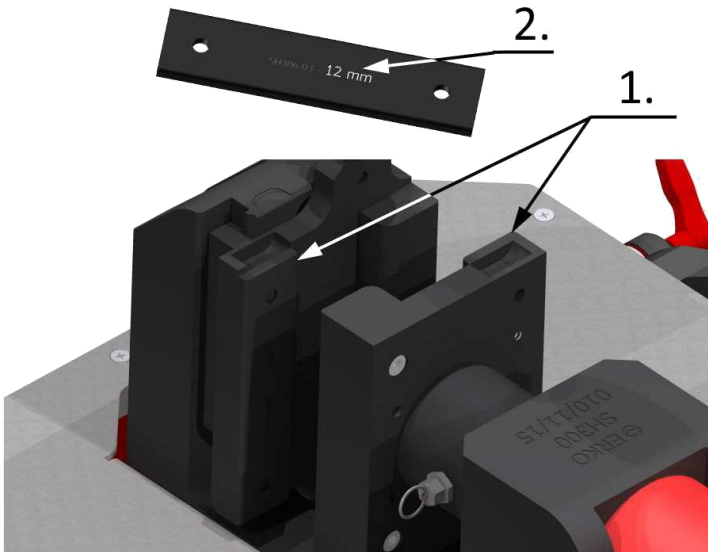

Abb. 17. Platten zur Änderung der Absetzgröße.
5. Den zweiten Einsatz (Abb. 17) in die Vertiefungen des Körpers einschieben.